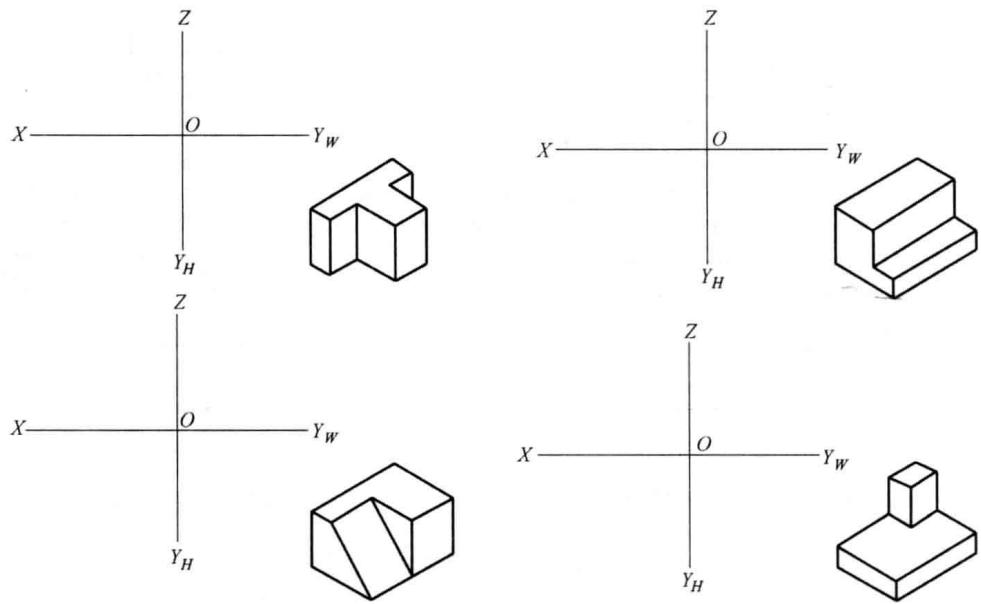

图 1-18
2. 由立体图画三面投影图（图 1-18），尺寸 1:1 从立体图上量取。